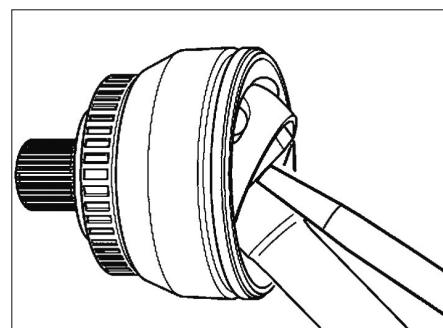

Fig. 3
- Chasser le joint de l'arbre en frappant séchement, à l'aide d'un maillet, sur le bol du joint (Fig.3).